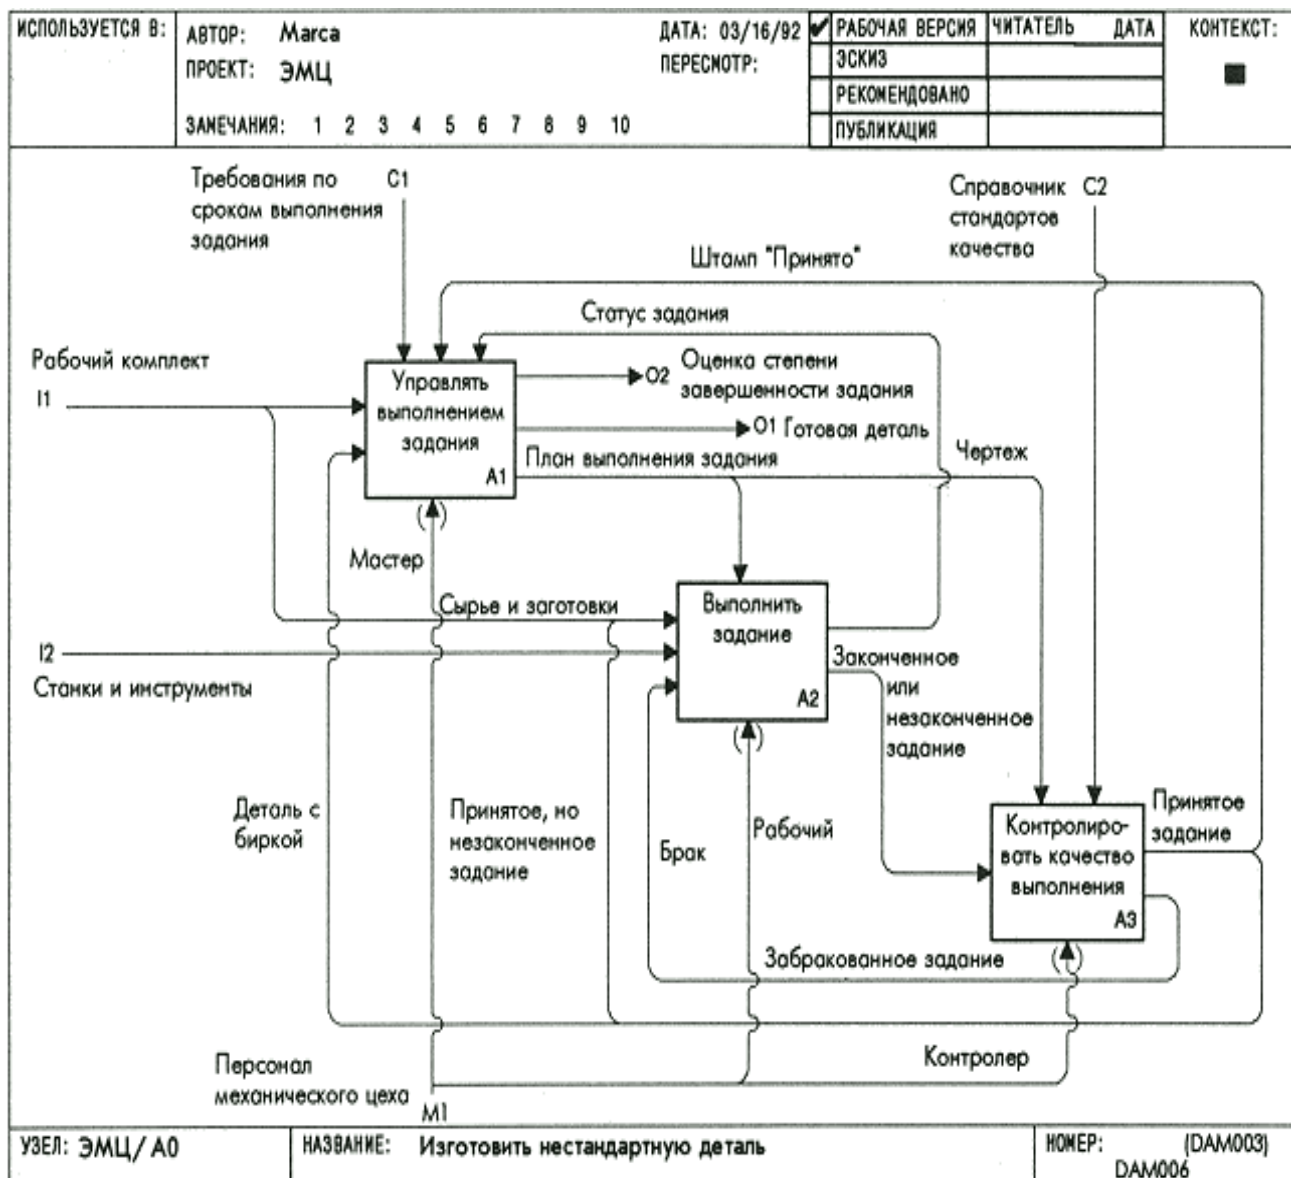

Рис. 5.1
- Місце з'єднання дуги із блоком визначає тип інтерфейсу. Керуючі виконанням функції дані входять у блок зверху, тоді як інформація, що піддається впливу функції, показана з лівої сторони блоку; результати виходу показані з правої сторони. Механізм (людина або автоматизована система), що здійснює функцію, представляється дугою, що входить у блок знизу (рис. 5.1).
- **Приклад** моделі показаний на рис. 5.1. Послідовність команд в MS VISIO ->---**Файл – створити -- Блок схема -> схема IDEFO.**